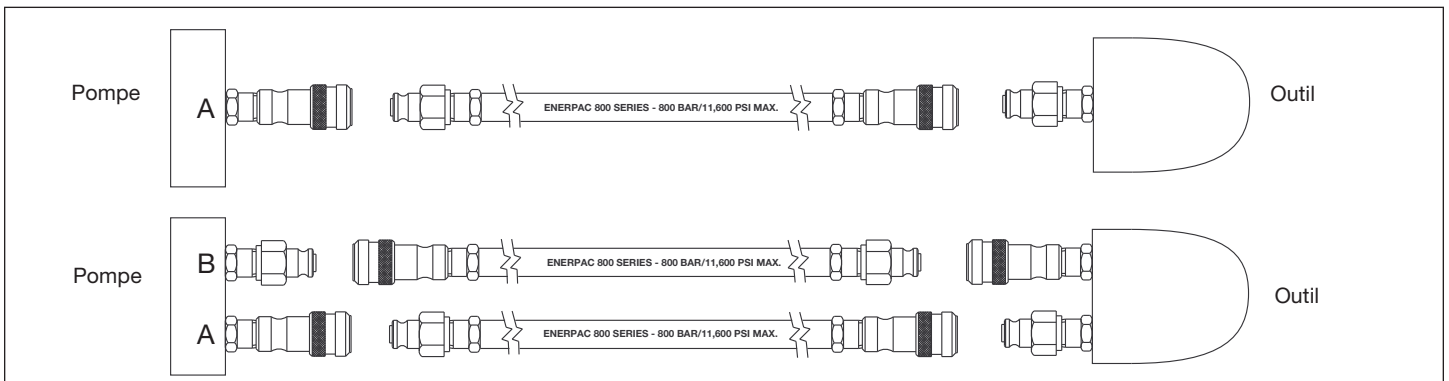

Figure 4 - Raccordement de la Clé Dynamométrique
2. Connectez l'autre extrémité du flexible au raccord de la clé comme présenté sur la Figure 4. Serrez manuellement la bague de verrouillage du coupleur.
- Raccordez les flexibles à la clé dynamométrique comme présenté sur la Figure 4. Serrez manuellement les bagues de verrouillage du coupleur. Lorsque vous utilisez en association la pompe et la clé dynamométrique Enerpac, les flexibles et les coupleurs de la Série 800 sont conçus de façon à ce que l'orifice d'avance de la pompe puisse uniquement être connecté à l'orifice d'avance de la clé, et l'orifice d'escamotage de la pompe uniquement connecté à l'orifice retour de la clé.